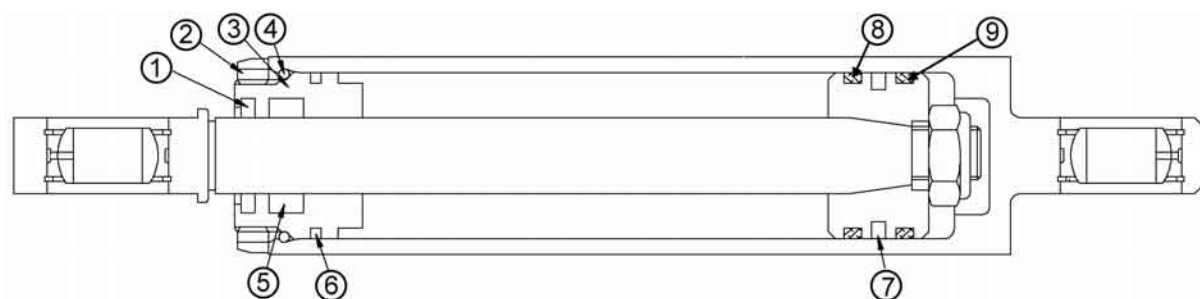

Fig. 6
La (fig. 6) muestra el diseño de conjunto del cilindro de articulación.
Si se hace necesaria la sustitución del cierre interno del cilindro y del respectivo rasador (part. 7-8 e 9) de la (fig. 6) deberemos:
- quitar, utilizando pinzas, el anillo toroidal (part. 4) de (fig. 6). sirviéndose para ello de la abertura presente en el cilindro realizadas a tal fin;
- quitar, con una llave el anillo roscado (part. 2) de (fig. 6).